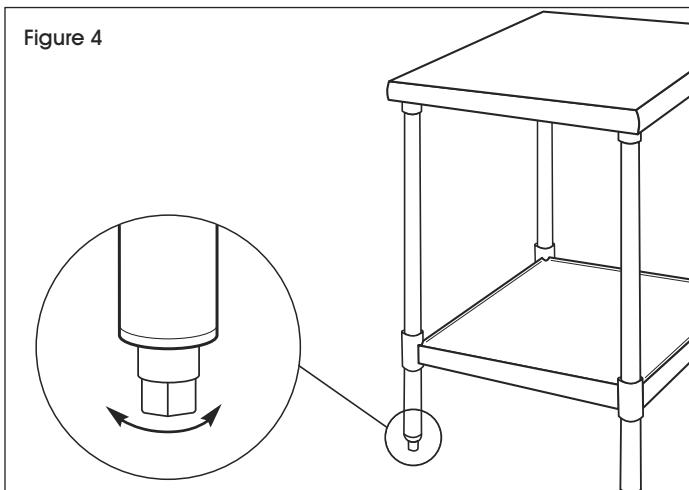

Figure 4
4. Nivelez la table en ajustant les pattes. Les pattes réglables permettent environ 2,5 cm (1 po) d'ajustement. (Voir Figure 4)